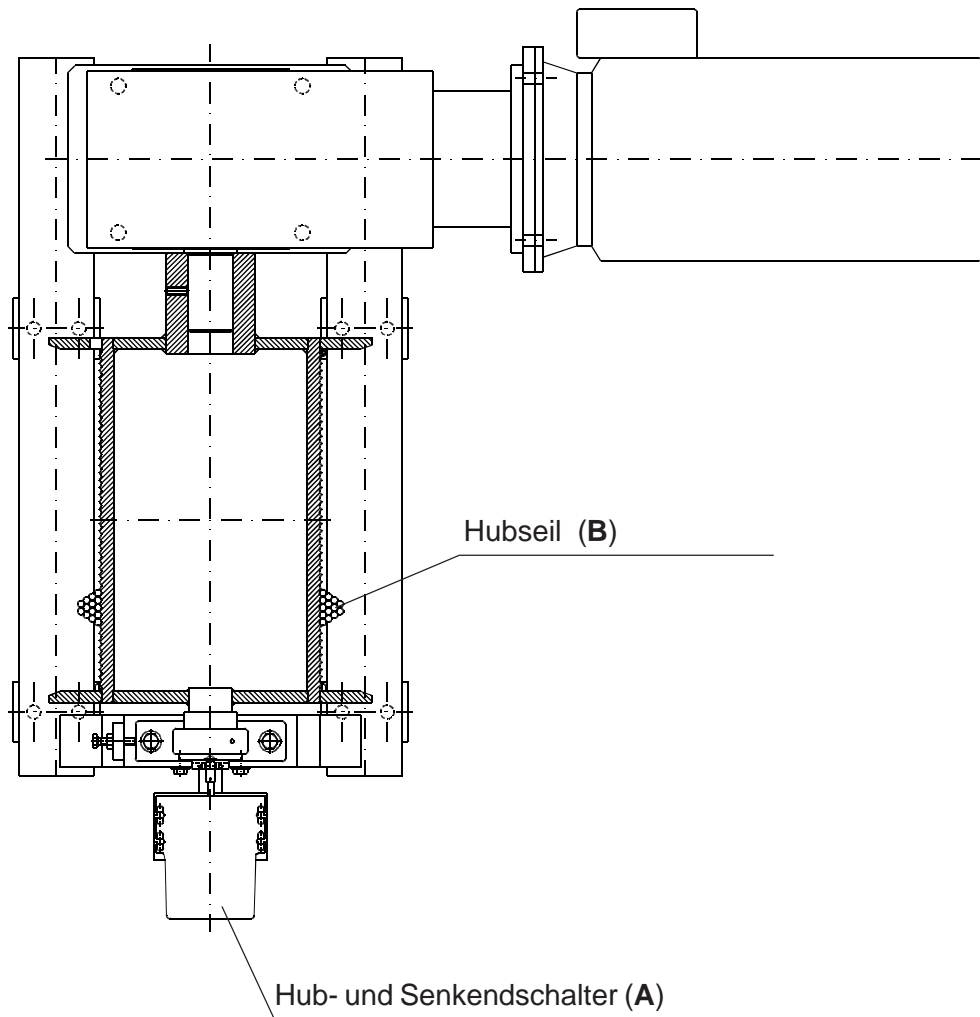

Abb. 1.3.1
Auf der Seilwind 15AFC25F9 ist ein Hub- und Senkendschalter (A) montiert (Abb. 1.3.1).
Das Hubseil (B) ist normalerweise bereits um die Windentrommel gewickelt (Abb. 1.3.1).